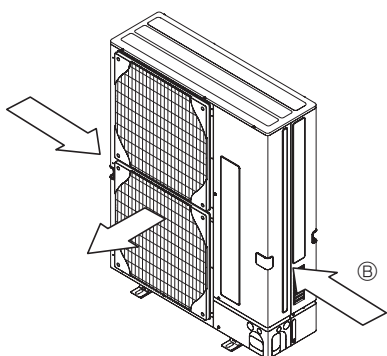

Fig. 2-5
- ③ По возможности разместите прибор так, чтобы воздух из выходного отверстия выдувался в направлении, перпендикулярном к сезонному направлению ветра. (Fig. 2-5)